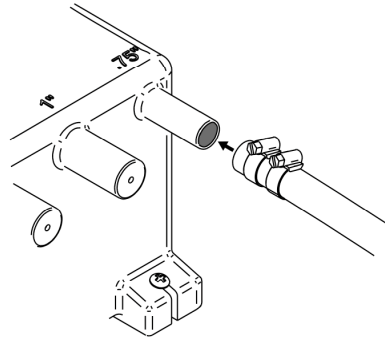

Abbildung 7 Befestigung des Schlauchs am Tankstutzen
Schritt 3: Sichern Sie alle Schläuche an den ausgewählten Anschlussstutzen mit entsprechenden Schlauchklemmen, wie in Abbildung 7 dargestellt. Prüfen Sie auf mögliche Undichtigkeiten. Ziehen Sie die Schlauchklemmen nicht zu fest an.